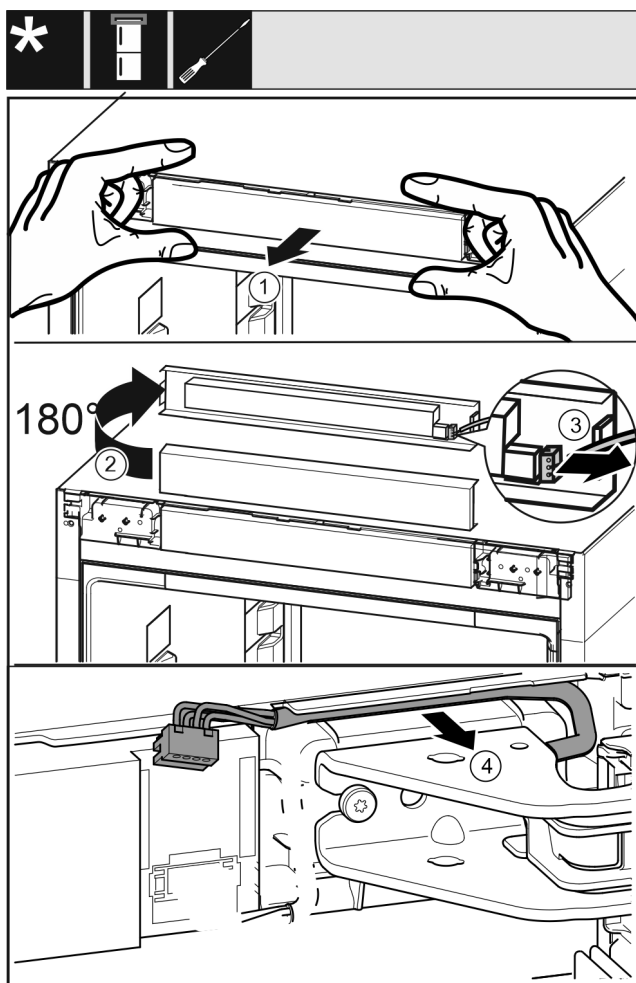

Fig. 20
- ▶ Panel Fig. 20 (1) opatrně povolte směrem dopředu.
- ▶ Panel Fig. 20 (2) otočte o 180° nahoru.
- ▶ Západku Fig. 20 (3) zatlačte dozadu a opatrně vytáhněte zástrčku.
- ▶ Kabel Fig. 20 (4) nad stojanem ložiska opatrně uvolněte z vedení.